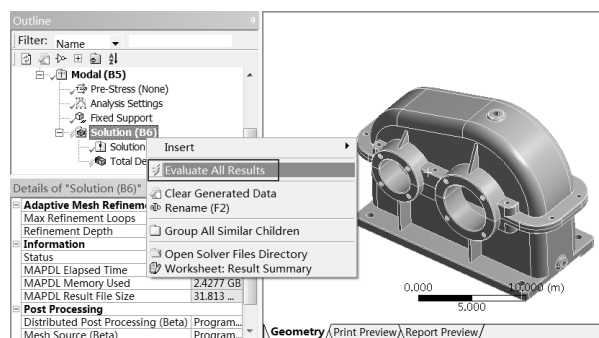

图 7-41 计算位移
Step2：如图 7-41 所示，右击 Solution (B6) 选项，在弹出的快捷菜单中选择 Evaluate All Results 命令。